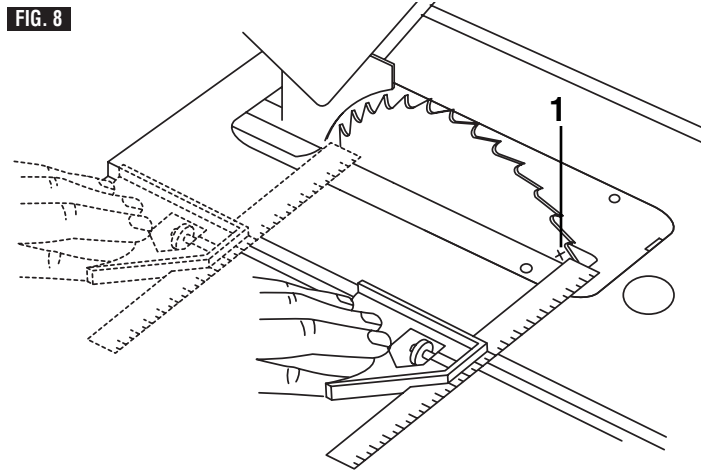

FIG. 9 FRONT OF TABLE
5. If the front and back measurements, shown in Figure 8, are not identical, loosen the four alignment bolts **2**, located on the underside of the table at the front and rear of the saw with hex wrench supplied with your saw (Fig. 9 & 10). Carefully move the saw blade until the blade is parallel to the miter gauge slot, and securely tighten all four bolts.
5. Si les mesures prises à l'avant et à l'arrière (voir figure 8) ne sont pas identiques, desserrez les 4 boulons d'alignement **2** qui se situent sous la table à l'avant et à l'arrière de la scie. Utilisez la clé hexagonale fournie avec votre scie (Fig. 9 et 10). Déplacez la lame avec précaution jusqu'à ce qu'elle soit parallèle à la rainure du guide de coupe angulaire. Resserrez alors fermement les quatre boulons.
5. Si las medidas delantera y trasera, que se muestran en la Figura 8, no son idénticas, afloje los cuatro pernos de alineación **2**, ubicados en el lado inferior de la mesa, en la parte delantera y trasera de la sierra, con la llave hexagonal suministrada con la sierra (Fig. 9 y 10). Mueva cuidadosamente la hoja de sierra hasta que esté paralela a la ranura del calibre de ingletes y apriete firmemente los cuatro pernos.